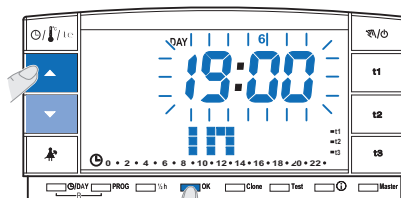
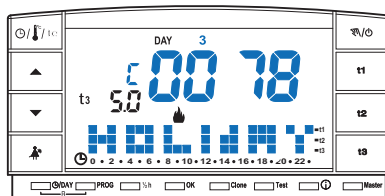

fig. 56
fig. 57
- Sur l'écran s'affiche (en clignotant) l'heure à laquelle vous souhaitez terminer le décompte (rentrée dans l'habitation), avec les touches ▲▼ programmer l'heure; confirmer en appuyant sur la touche OK (fig. 56 à la page suivante).
- Une fois terminée la saisie des données et après avoir confirmé avec la touche **OK** (exemple en fig. 56), **deux affichages différents** peuvent apparaître sur l'écran (en fonction des données saisies).
- En appuyant sur la touche **OK** (exemple en fig. 56) le chronothermostat commencera le compte à rebours et le programme maintiendra la température **t3** Absence configurée (configuration d'usine 5°C en modalité « hiver » et 33°C en modalité « Été », les deux réglables comme indiqué dans le paragraphe 5.6) jusqu'à la fin des heures programmées et l'on visualise sur l'écran le nombre d'heures manquant à la fin du programme plus l'indication **HOLIDAY** (exemple en fig. 57).
- En appuyant sur la touche **OK** (exemple en fig. 56) le chronothermostat reviendra au programme utilisé avant la configuration des données dans le programme **P 04**, dans l'attente de démarrer ce programme.
Une fois ce temps écoulé, le chronothermostat commencera le compte à rebours et le programme maintiendra la température **t3** Absence configurée (configuration d'usine 5°C en modalité "hiver" et 33°C en modalité "Été", les deux réglables comme indiqué dans le paragraphe 5.6) jusqu'à la fin des heures programmées; on visualise sur l'écran le nombre d'heures manquant à la fin du programme plus l'indication **HOLIDAY** (exemple en fig. 57).